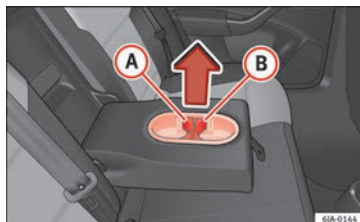

Fig. 151 Apoyabrazos de los asientos traseros: portabebidas.
- Utilizando las partes desmontables **A** y **B** » **fig. 151** puede cambiar el tamaño de los agujeros.